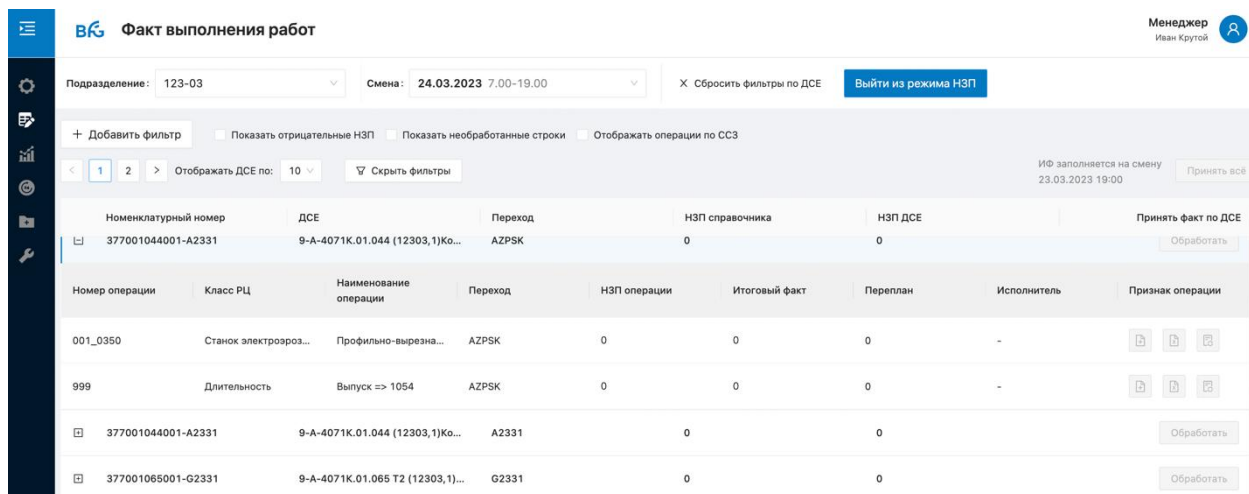

Рисунок 136
- Название кнопки меняется “Выйти из режима НЗП” (Рисунок 136);